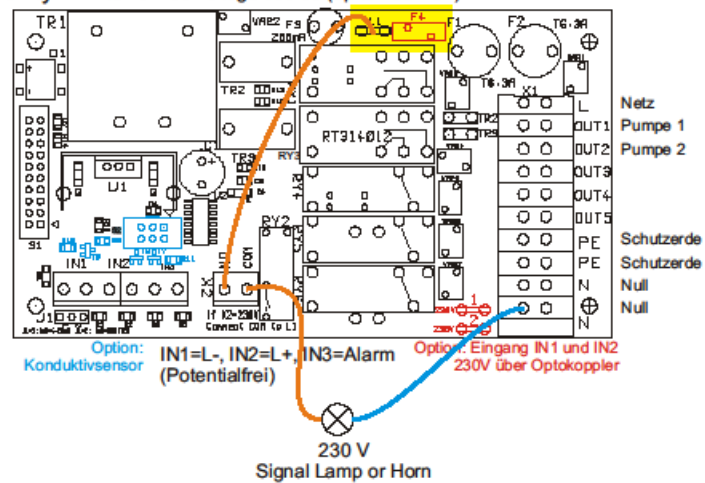

Fig 3
5. Flotteur 3 (fig 3 numéro 13, bornes 5 et 6)
Il s'agit d'un contact hors tension (voir fig 3 - connections X22).